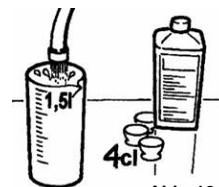

Abb. 10
- Vermischen Sie im Sahnetopf/Spültopf 1,5 Liter warmes Trinkwasser (max 50°C) mit 40ml SANO-DESINFEKT-Plus. (Abb. 10)